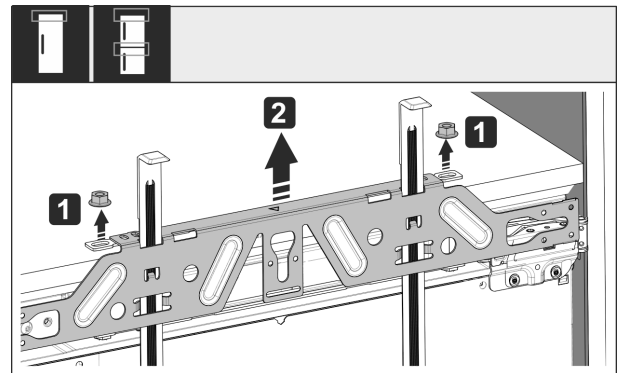

Fig. 50
- ▶ Løsne kontramuttere Fig. 50 (1).
- ▶ Ta av festetraversen Fig. 50 (2).